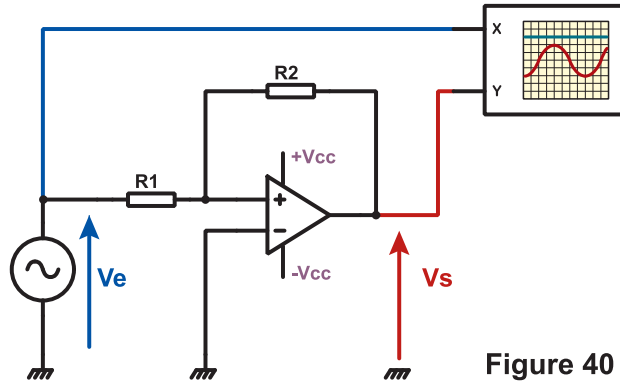

Figure 40
1.1. A l'aide d'un logiciel de simulation, d'un simulateur ou d'une maquette, câbler le montage ci-dessous (figure 40).